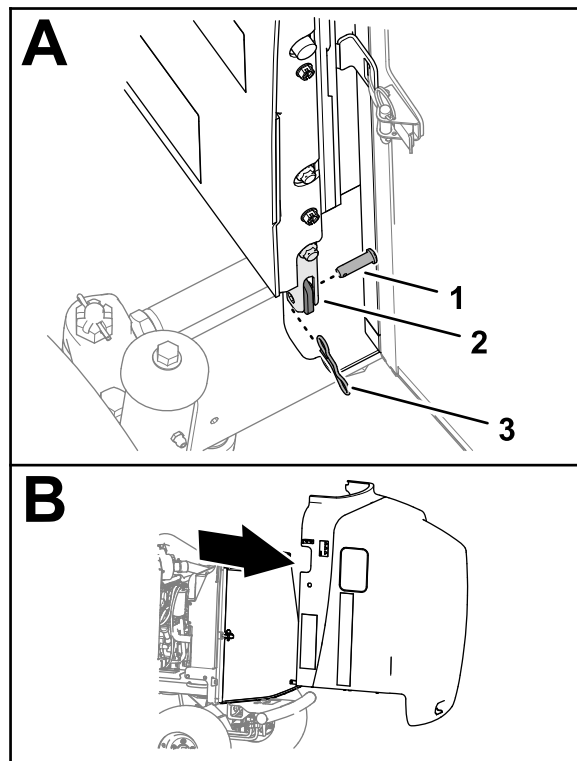

Bild 1
2. Entfernen Sie den Bügelstift und den Gabelbolzen, mit dem die Motorhaube an den Schwenkbügeln der Maschine befestigt ist (Bild 1).
3. Heben Sie die Motorhaube vorsichtig an, und entfernen Sie diese von der Maschine (Bild 1).